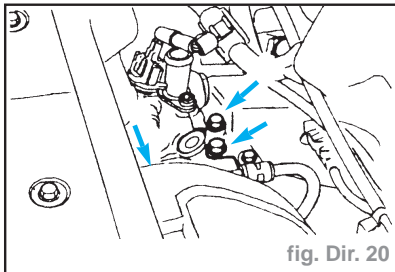

fig. Dir. 20
- Déposer les trois boulons. (fig. Dir. 20)
- Poser la pompe de direction assistée, serrer les trois vis à **2,3 daN.m** (fig. Dir. 20).